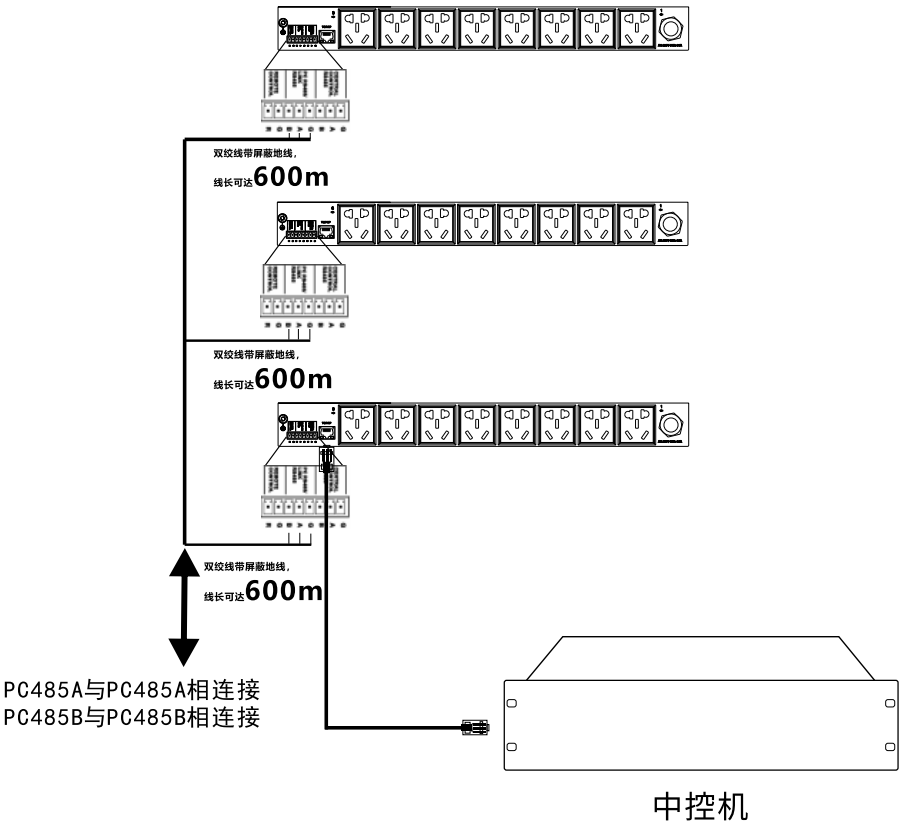

图 1.3.3
- 第2步：使用双绞线将中控主机与设备的TCP/IP端口连接。设备与设备之间使用双绞线带屏蔽地线连接，如下图1.3.3。